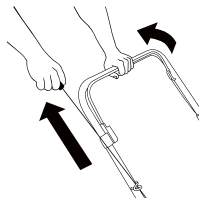

Fig.6B
2. Para arrancar el motor con la manija de arranque, sujeta la barra de control del freno hasta la manija superior. (Fig.6B)
3. Sostén bien la barra de control del freno. Jala la manija de arranque lentamente hasta que sientas resistencia, luego jala rápidamente. Vuelve lentamente al bucle después de que el motor arranque. (Fig. 6B)